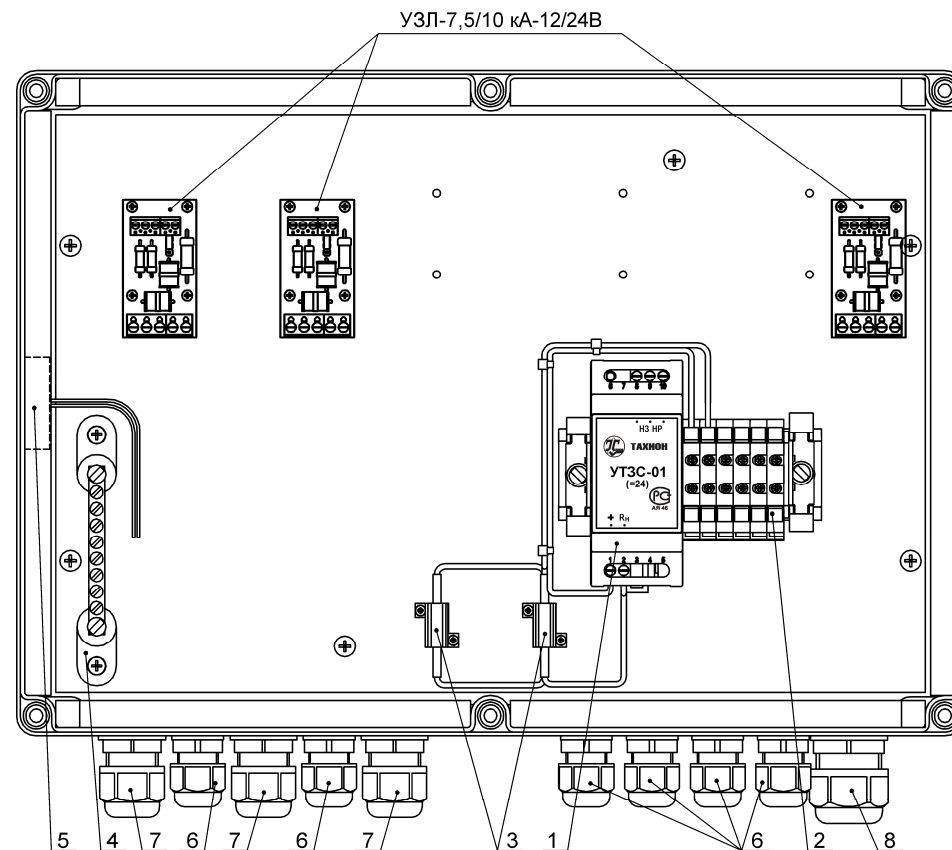

Рис. 1. Устройство КМГО-24-1-3 (крышка не показана)
В состав изделия входят (см. рис.1 и рис.2):
1. Заземлить любой свободный контакт нулевой шины Ш (поз.4 рис.1).
2. Подключить магнитоcontactный извещатель Sm (поз.5 рис.1) к внешнему устройству сигнализации.